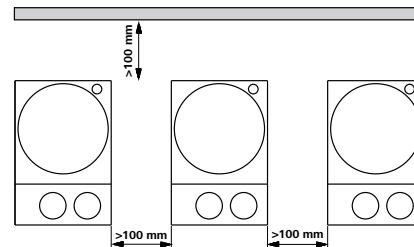

Fig. 3
- Svarbu: išlaikykite minimalų atstumą tarp prietaisų, tarp prietaiso ir sienos, taip pat virš įrenginio (min. 800 mm), (Fig. 3).